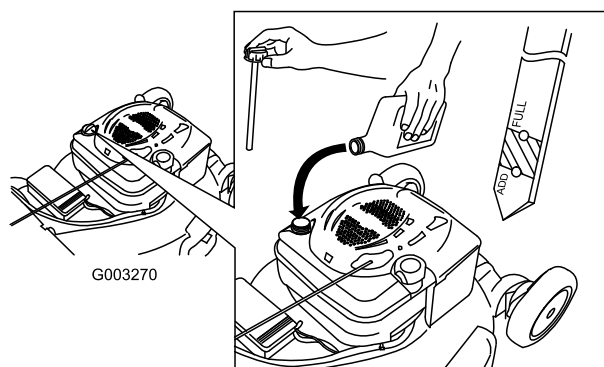

Figura 9
1. Retire la varilla (Figura 9).
2. Vierta **lentamente** aceite en el tubo de llenado hasta que el nivel llegue a la marca Full de la varilla (Figura 9).